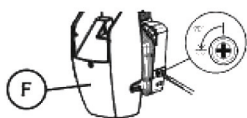

Imagen 22: Embellecedor y tapa del sensor viento.
2. Abrir la tapa inferior (imagen 22) y seleccionar el modo Seguridad -S (imagen 23) con las pestaña correspondiente.